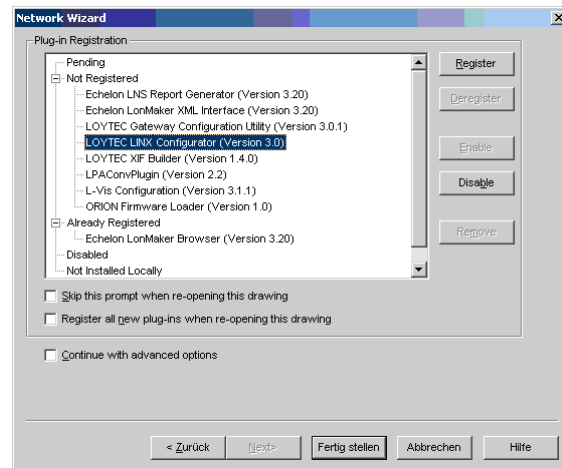

Abbildung 80: Wählen Sie das zu registrierende Plug-In aus
2. Drücken Sie auf **Next** bis der Plug-In-Formularreiter im Network Wizard erscheint. Wählen Sie nun den **LOYTEC LINX Configurator (Version X.Y)** aus der Liste des Bereichs **Not Registered** aus (Abbildung 80).